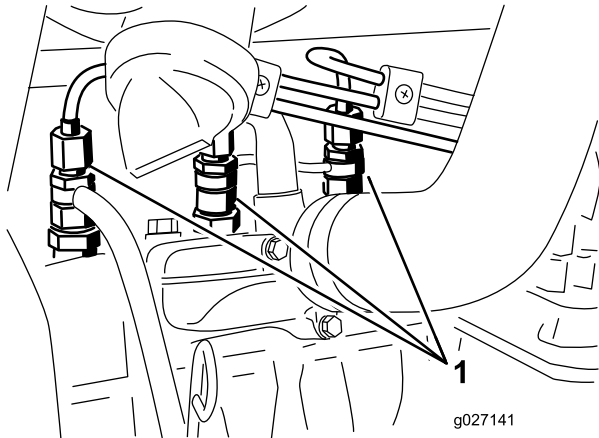

Figura 57
1. Allentate il raccordo dell'ugello n. 1 ed il gruppo portaugelli (Figura 57).